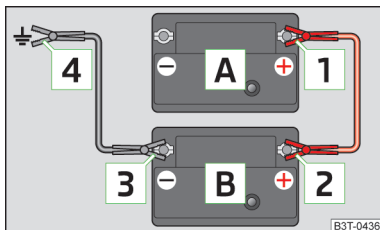

Fig. 116
- Prindeți clema **1** la polul plus al bateriei descărcate **A** » fig. 116.